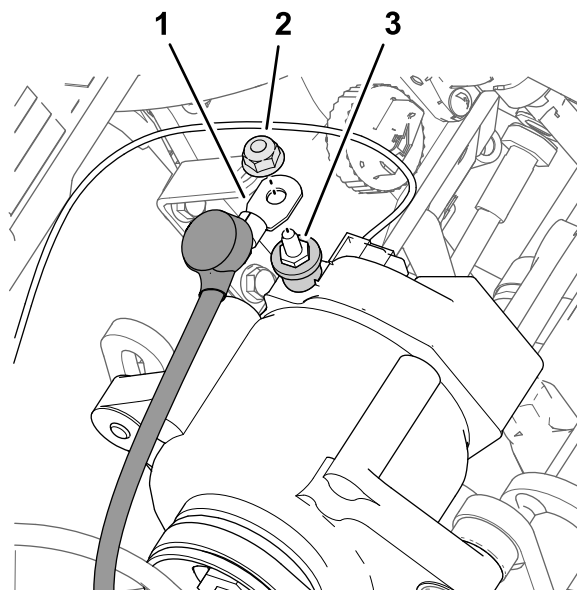

Figura 226
3. Retire la tuerca del borne (Figura 226) del alternador (50 A).
4. Conecte el extremo del cable rojo de calibre 6 del alternador con cubierta aislante al borne del alternador (50 A) con la tuerca (Figura 226).
7. Coloque la cubierta aislante sobre el borne del alternador (Figura 226).